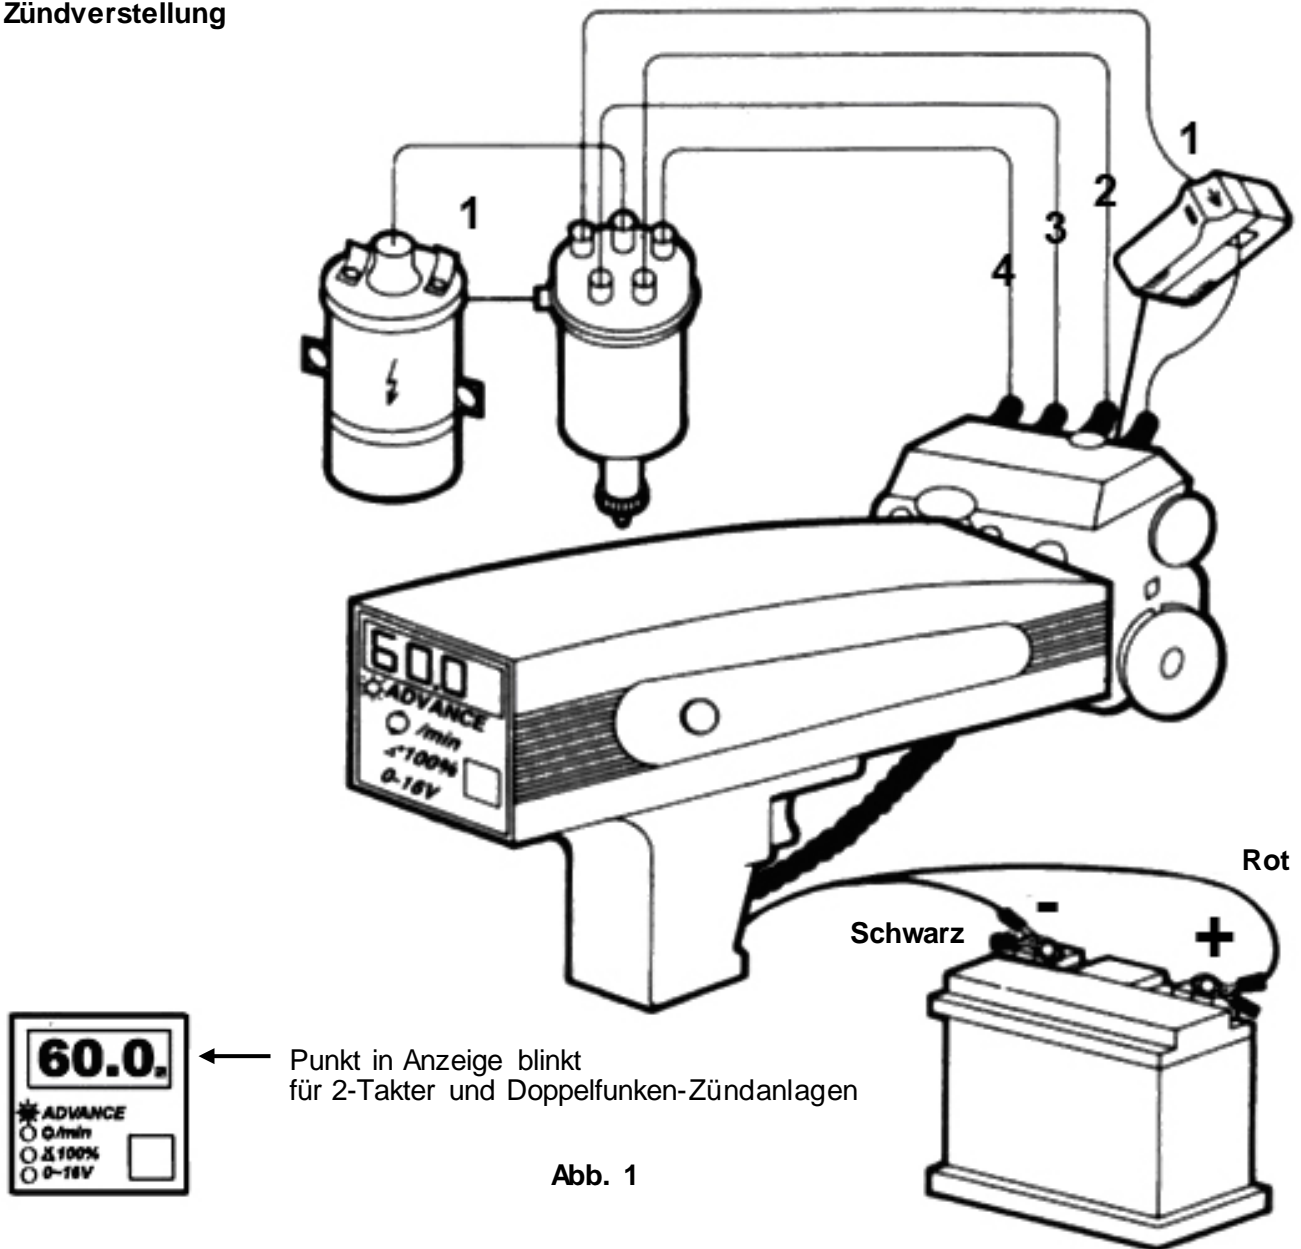

Abb. 1
1. Zündlichtpistole an die Fahrzeugbatterie anschließen, rote Krokodilklemme an Batterie Plus (+) und schwarze Klemme an Batterie Minus (-) (siehe Abbildung 1).
3. Verbinden Sie die rote Klemme mit dem Pluspol der Batterie (+) und die schwarze Klemme mit dem Minuspol der Batterie (-). (Abb. 1).